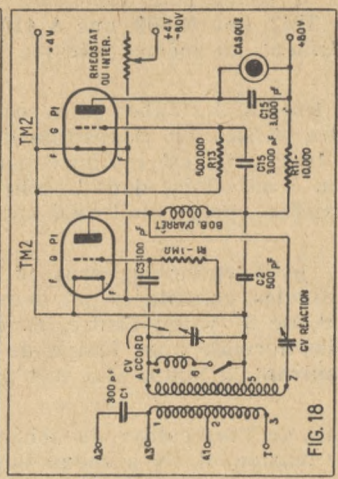

FIG. 18
Le plus simple est évidemment celui à deux triodes (TM2, A409, etc.), dont le schéma théorique est donné par la fig. 18. Comme on le voit, il ne diffère de celui de la figure 10 que par
1. — Le condensateur C^{2''} des figures 18 et 19 est remplacé par le condensateur C5'', de 150 à 250 picofarads au mica de préférence, disposé entre la plaque de la première lampe et le point B.
Si nous possédons ou pouvons nous procurer des triodes 1G4, les deux montages ci-dessus (2 ou 3 lampes) peuvent être réalisés, sans modification aucune dans la valeur des éléments, résistances et capacités, en conservant le même schéma, que ce soit celui de la figure 18 ou celui de la figure 20.
On voit que le montage reste strictement identique à celui de la figure 18 avec la même valeur des différents éléments.